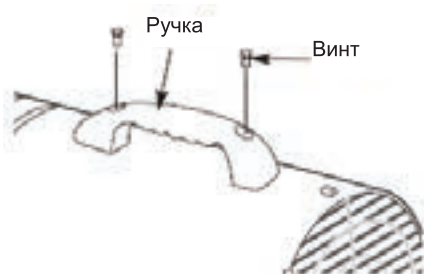

Рис. 8 Установка ручки на модель нагревателя TK-12000, TK-20000
1. Совместить отверстия в верхней части кожуха с двумя монтажными отверстиями на ручке так, как это показано на Рис. 8.
4. Установить ручку на фланец топливного бака. Продеть винты сквозь отверстия в ручке, фланце и в опорной раме для колес так, как это показано на Рис. 8, затем вручную затянуть гайки на каждом из винтов.